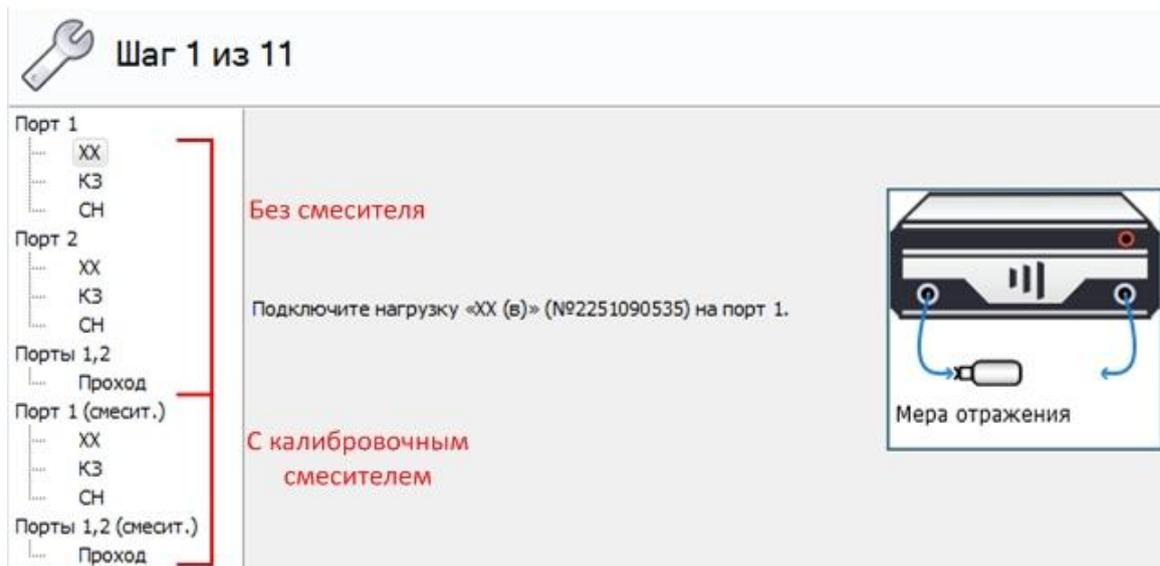

Рис. 36. Этапы калибровки с преобразованием частоты
- Следуя указаниям мастера калибровки провести первые семь пунктов калибровки, рис. 36. **Первые семь пунктов проводятся без использования «калибровочного» смесителя** с помощью набора калибровочных мер или электронного калибратора;